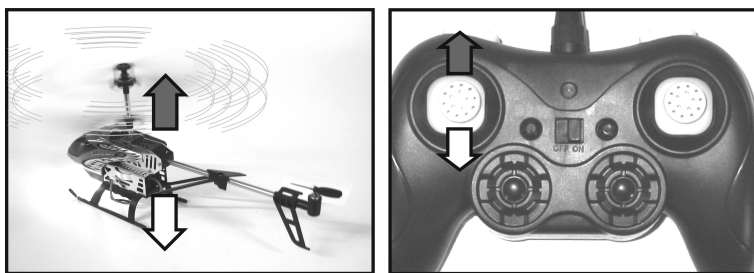

Figure 9
La fonction de tangage permet de contrôler l'altitude de vol de l'hélicoptère (voir figure 9). La commande a lieu au moyen du levier de commande de gauche (voir aussi figure 1, pos. 8). Celui-ci peut être déplacé vers le haut et vers le bas à partir de la position centrale. Comme les angles d'incidence des pales des rotors ne peuvent pas être modifiés, l'altitude de vol se règle en ajustant simultanément la vitesse de rotation des deux rotors.